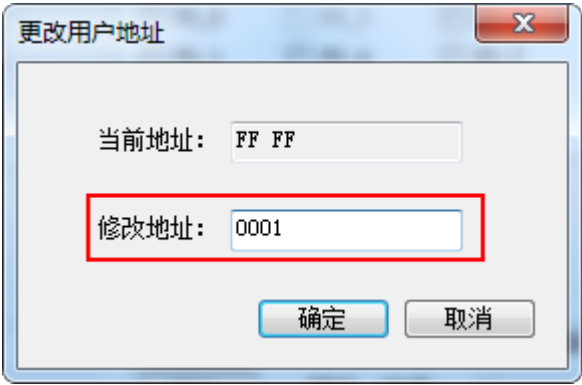

图 19 更改自定义地址
点击自定义地址后的更改按钮。则会弹出更改自定义网络地址对话框。如图 19 所示。
- 在图 19 中的，修改地址一栏中输入用户想要设定的网络地址，格输入格式为 16 进制。输入完成后点击确定按钮。